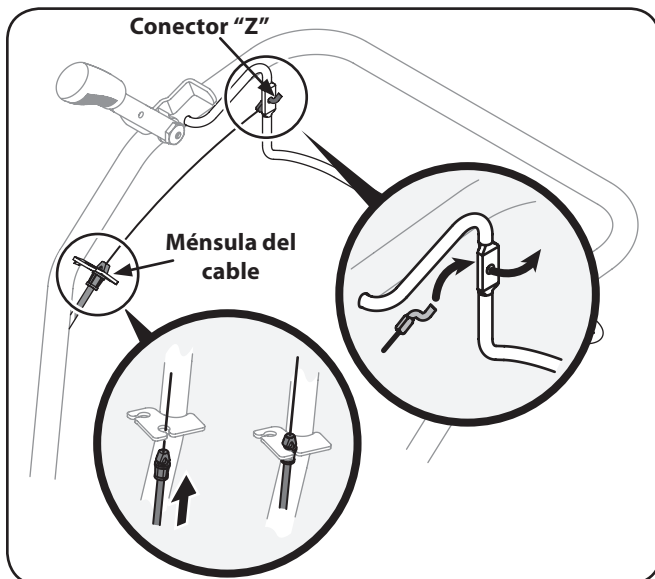

Figura 3-7
- Tire el cable del embrague hacia adelante con el extremo negro montaje a través del orificio inferior del soporte del cable y empuje el conector del cable por el agujero hasta que la ranura en el conector encaje en su sitio. Vea la Figura 3-7.
- Coloque el conector Z dentro del orificio en el enganche del embrague de marcha directa desde la parte exterior del enganche hacia el interior. Vea la Figura 3-7.